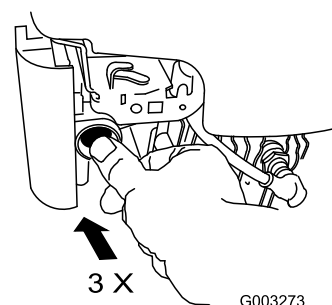

Figure 17
1. Appuyez fermement à 3 reprises sur l'amorceur avec le pouce, en marquant une pause d'une seconde chaque fois (Figure 17).